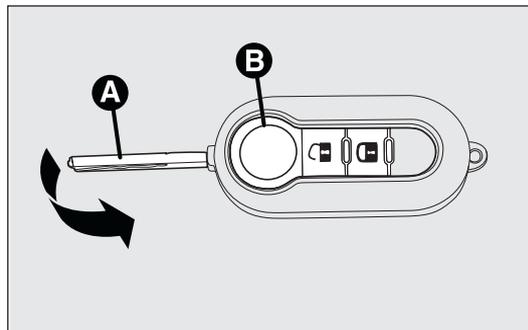
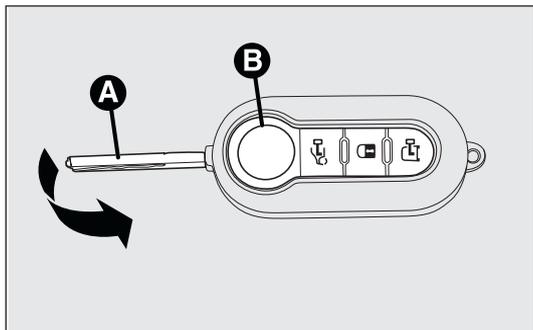
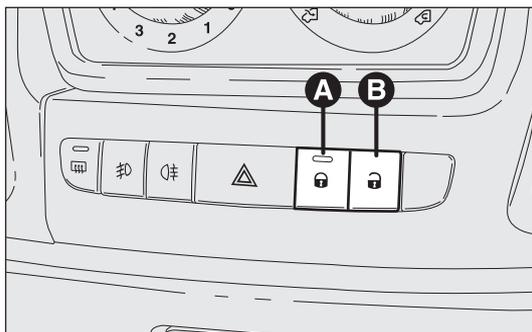

Abb. 108
Abb. 107
Abb. 110
Bei geschlossenen Türen die Taste  an der Fernbedienung drücken Abb. 107 oder den Metalleinsatz in das Türschloss auf der Fahrerseite einführen und im Uhrzeigersinn drehen. Die Türverriegelung wird nur aktiviert, wenn alle Türen geschlossen sind. Wenn eine oder mehrere Türen offen sind, blinken nach dem Drücken der Taste  an der Fernbedienung Abb. 107 die Fahrtrichtungsanzeiger und die LED an der Taste A – Abb. 110 etwa 3 Sekunden lang schnell. Bei aktivierter Funktion sind die Tasten A und B Abb. 110 deaktiviert. Führt man einen schnellen Doppelklick der Taste  auf der Fernbedienung Abb. 107 aus, wird die Dead lock-Vorrichtung aktiviert (siehe Kapitel „Dead lock-Vorrichtung“).
Je nach Version kurz die Taste  Abb. 107 oder  Abb. 108 drücken, um die Vordertüren zu entriegeln. Die Decken-
Zum Verriegeln der Türen die Taste A – Abb. 110 drücken, zum Entriegeln der Türen die Taste B. Das Ver- und Entriegeln erfolgt zentralisiert (vorne und hinten). Bei verriegelten Türen leuchtet die LED auf der Taste A, durch Drücken der Taste B werden alle Türen zentral entriegelt und die Kontrollleuchte erlischt. Bei entriegelten Türen leuchtet die LED nicht, durch Drücken der Taste werden alle Türen zentral verriegelt. Die Türverriegelung wird nur aktiviert, wenn alle Türen geschlossen sind.
können die Türen nicht mit der Taste A – Abb. 110 am Bedienfeld am Armaturenbrett entriegelt werden.
- Tasten A-B – Abb. 110 zur Ver- bzw. Entriegelung.
Die Vorrichtung schaltet sich an allen Türen automatisch ein, wenn die Taste  am Schlüssel mit Fernbedienung Abb. 107 in schneller Folge zweimal hintereinander gedrückt wird.
Das erfolgte Einschalten der Vorrichtung wird durch dreimaliges Blinken der Fahrtrichtungsanzeiger und durch Blinken der LED in der Taste A – Abb. 110 am Bedienfeld im Armaturenbrett gemeldet.